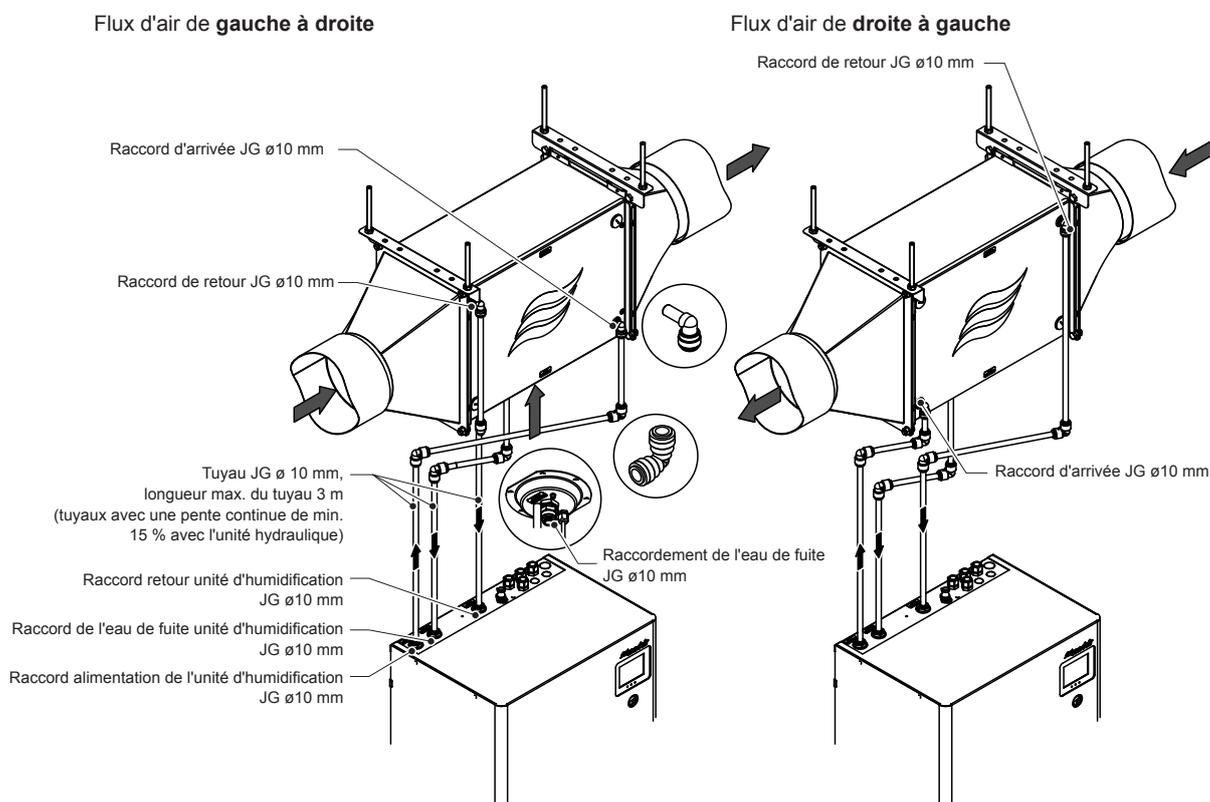

Fig. 38: Placer les raccords pour tuyaux entre l'unité hydraulique et l'unité d'humidification
- Connectez la conduite d'arrivée de l'humidificateur et la conduite d'évacuation ainsi que la conduite d'eau de fuite de l'unité hydraulique à l'unité d'humidification avec les tuyaux fournis $\varnothing 10$ mm, les connecteurs d'angle et les connecteurs coudés conformément à Fig. 38.